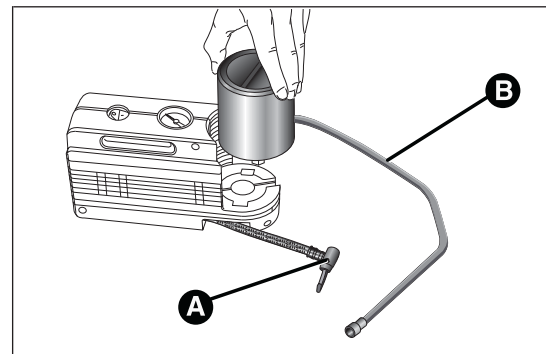

fig. 114
- ☐ desacoplar el acoplamiento A fig. 114;